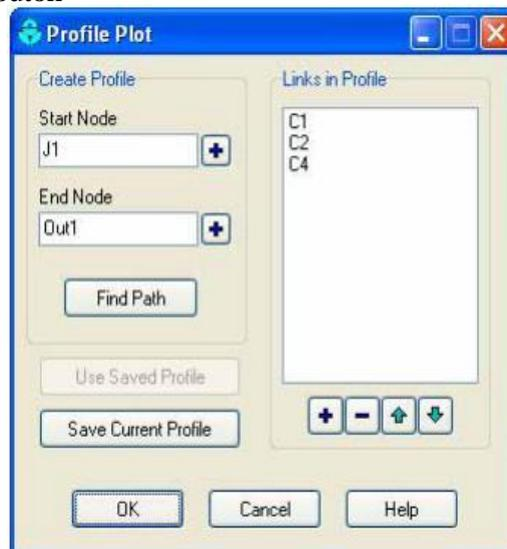

Figure 8: Définition du profil en long
- 2- Dans la fenêtre qui apparaît (cf. figure 8), entrez J1 dans le champ "**Start Node**" pour indiquer le point de départ du profil, ou bien cliquer sur le nœud J1 sur la carte ou dans l'explorateur d'objets et cliquer sur le bouton